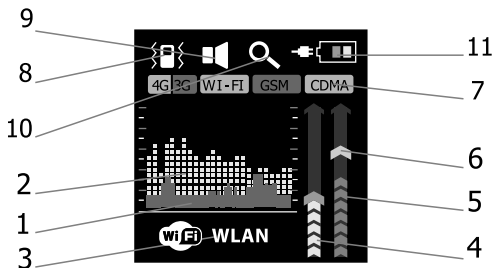

Рис. 3 – вид экрана в режиме поиска
1.4.2 Вид экрана в режиме поиска представлен на Рис. 3. В процессе измерения на дисплее постоянно отображается усредненное (поз.1) и пиковое (поз.2) значение мощности принимаемого радиосигнала. Отображение производится в логарифмическом представлении, в масштабе, соответствующем выбранному диапазону чувствительности, в виде графика значений за последние 5 секунд. Также отображается значение частоты (в МГц) для установившегося периодического сигнала или обозначение протокола передачи данных (поз.3), выбранный уровень чувствительности (поз.4), порог срабатывания виброиндикации (поз.6) по шкале текущего значения мощности принимаемого сигнала (поз.5). Изделие дополнительно отображает на экране состояние фильтров (включены или выключены, поз.7), состояние виброиндикации (включена или выключена, поз.8), текущий звуковой режим (без звука, акустоиндикация или акустозавязка, поз.9), текущий режим работы (поиск или охрана, поз.10), а также текущее состояние элементов питания (поз.11).
2. Включенные таким образом фильтры затем подсвечиваются на экране в режиме поиска голубым цветом (поз.7 рис.3), неактивные фильтры остаются серыми.